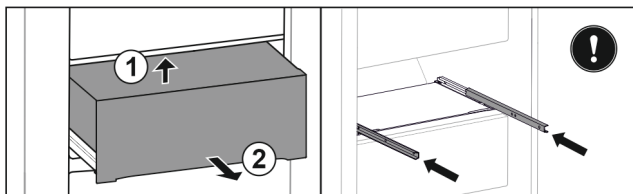

Fig. 124
- ▶ Unieść szufladę z tyłu od dołu. Fig. 124 (1)
- ▶ Wyjąć szufladę do przodu. Fig. 124 (2)